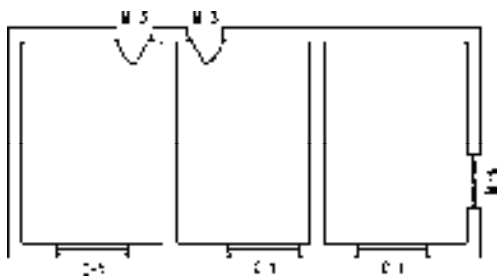

图9-12 打开素材
1) 按〈Ctrl+O〉组合键，打开配套光盘提供的“第9章/9.1.3 两点标注.dwg”素材文件，结果如图9-12所示。